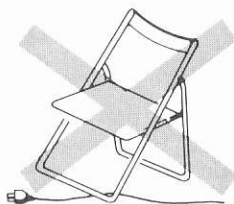

Fig. 2
- 3) Do not damage the power cord. (Fig. 2)
- 3) No dañar el cordón eléctrico (Fig. 2).
- 3) Ne pas endommager le câble d'alimentation. (Fig. 2)